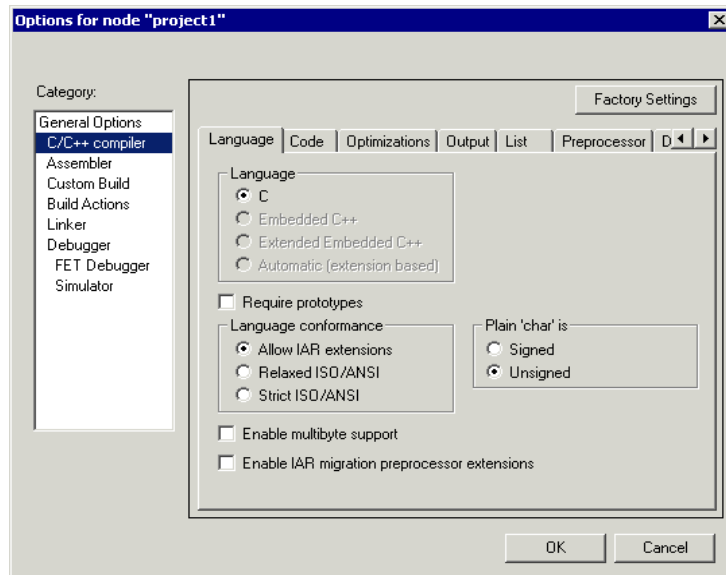

图 2.5
7、所有的源文件都输入完毕以后，需要设置项目选项(Project Options)。选择 **Project>Options** 或者将鼠标放在窗口左边的 **Workspace** 窗口的项目名字上单击右键选择 **Options**，可以看到一个对话框，如图 2.5。